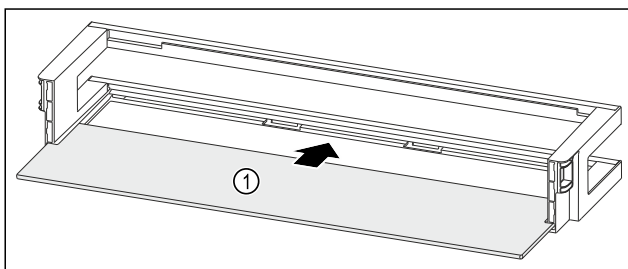

Fig. 195 Deurrek met draagplateau
- ▶ Draagplateau Fig. 195 (1) in de zijdelingse uitsparingen schuiven.